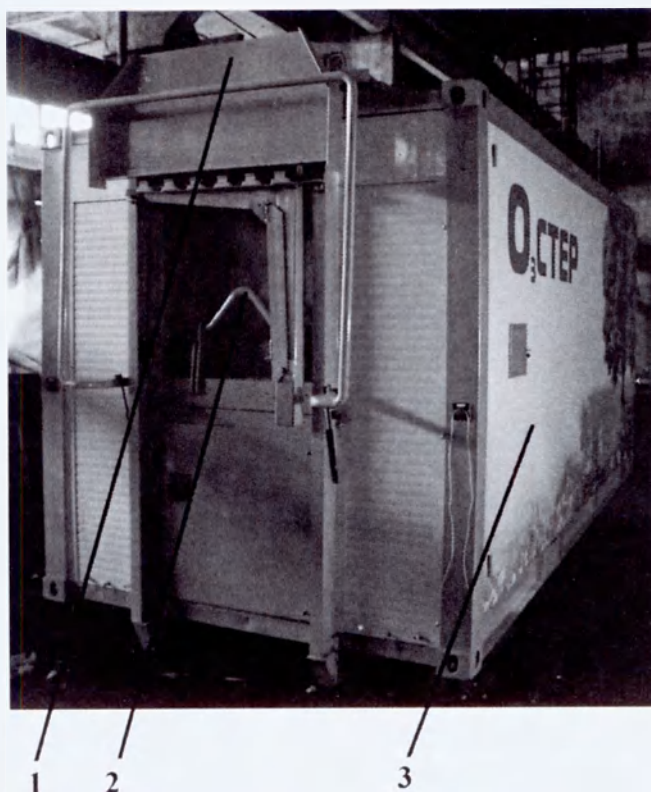

Рисунок 5 – Подъемно-опрокидывающее устройство установки
6.3.2.1 Повесить евроконтейнер на подъемно-опрокидывающее устройство (рисунок 5).
6.3.4.2 За петлю загрузочную 2 (рисунок 5), посредством автотранспорта, оборудованного мультилифтом, переместить установку на полигон утилизации отходов или мусороперерабатывающий завод.